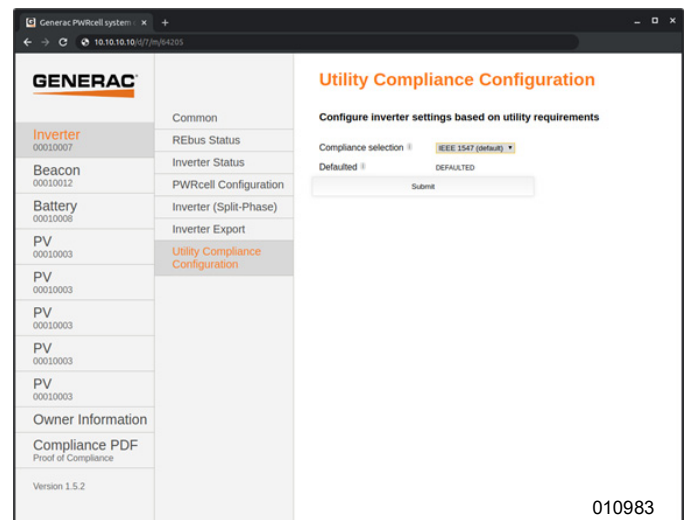

Figura 6-32. Configuración de cumplimiento con la empresa de energía eléctrica
2. Consulte la Figura 6-32 Haga clic en Utility Compliance Configuration (Configuración de cumplimiento con la empresa de energía eléctrica) y seleccione la norma de cumplimiento de energía eléctrica adecuada en el menú en la parte inferior de la página. Haga clic en Submit para aplicar la norma de cumplimiento. Los ajustes ingresados no tendrán efecto hasta que se haya hecho clic en el botón Submit.